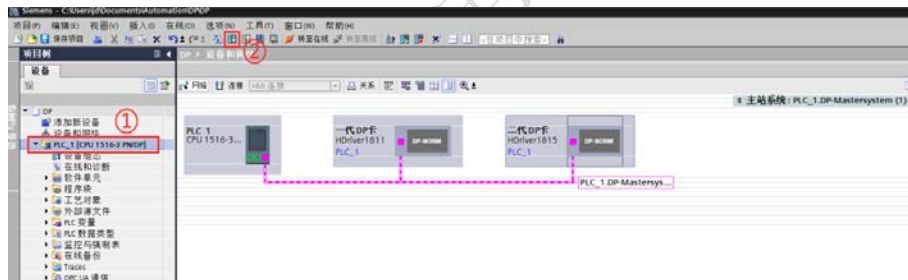

图 3.13 下载 PLC 组态配置（一）
1. 在左侧的项目树中选中 PLC_1【CPU 1516-3 PN/DP】，点击工具栏中的下载图标  或点击菜单【在线→下载到设备】，进入下载界面，如图 3.13 所示。